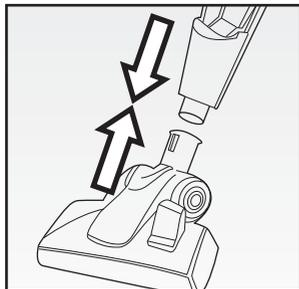

Abb. 3
- Die Bürste (J) auf die Motoreinheit einstecken. Leicht drücken, bis zum kompletten Einfügen (Abb. 3).